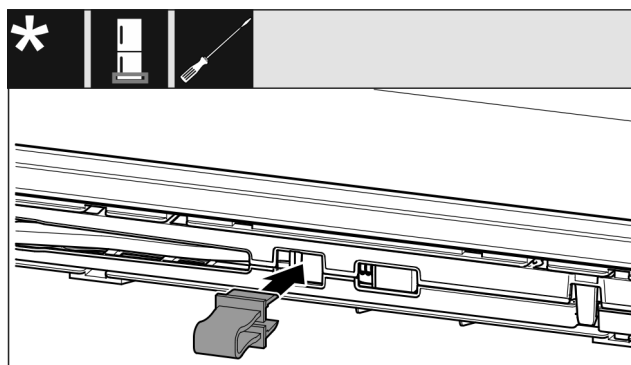

Fig. 14
- Κουμπώστε την ασφάλεια στο άνοιγμα Fig. 14 ().